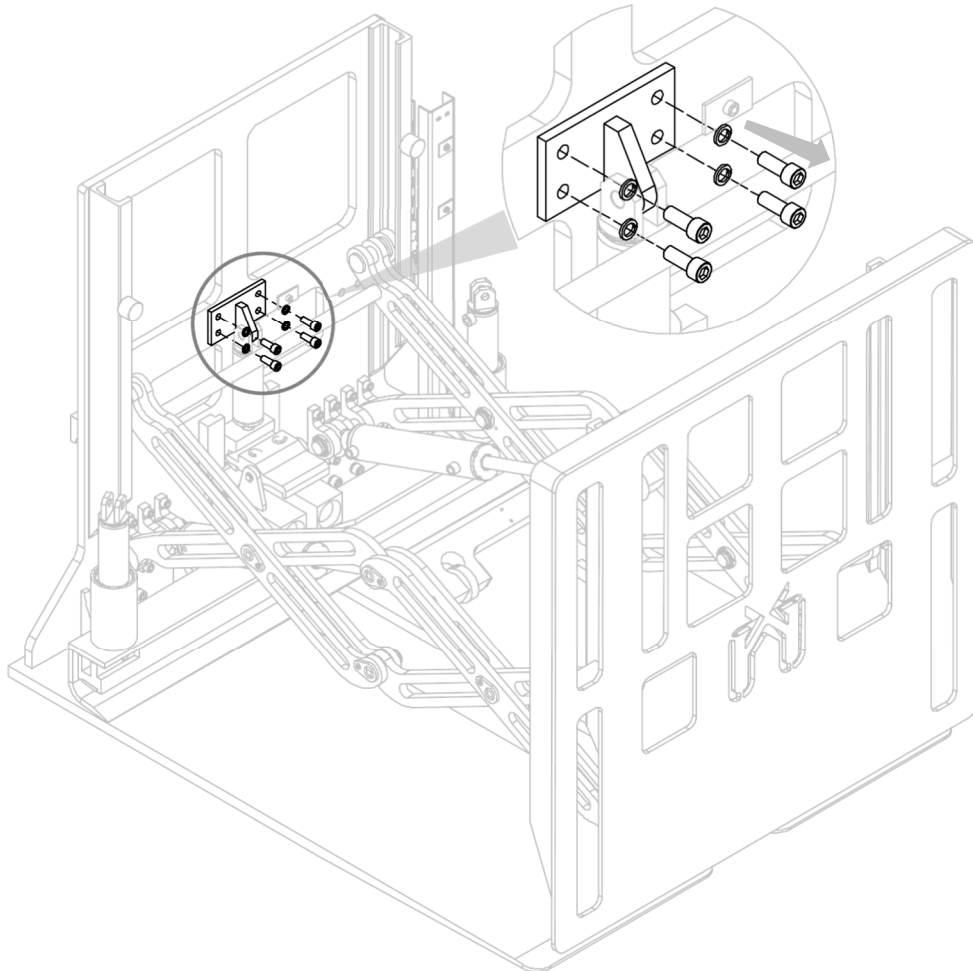

Figura 30
3. Extraer el enganche del cilindro después de quitar los tornillos y arandelas elásticas correspondientes (ver *Figura 30*).43